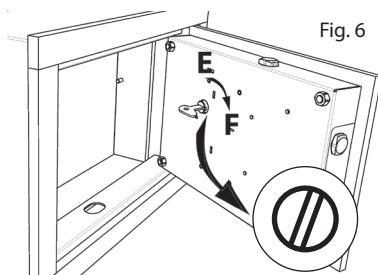

Fig. 6
- Ruotare il perno cambio combinazione in senso antiorario dalla posizione E alla posizione F, come da fig. 6 e riportare i pomelli esterni A, B, C e D nella posizione zero.